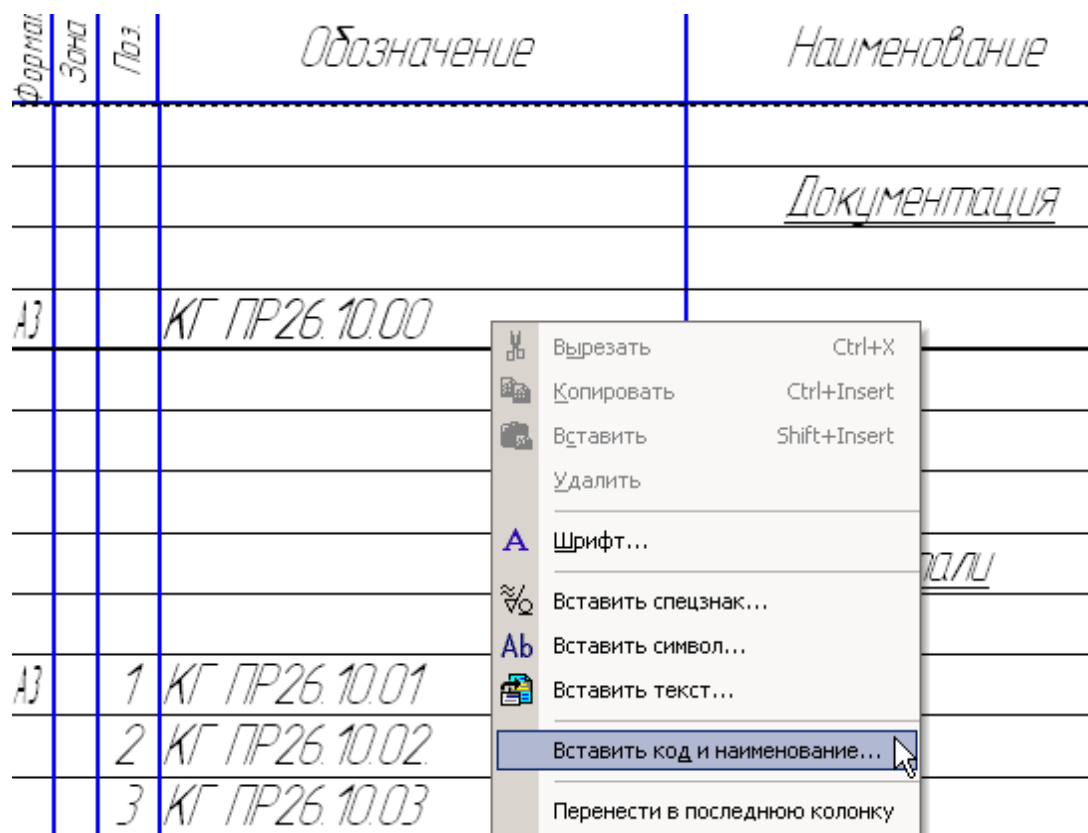
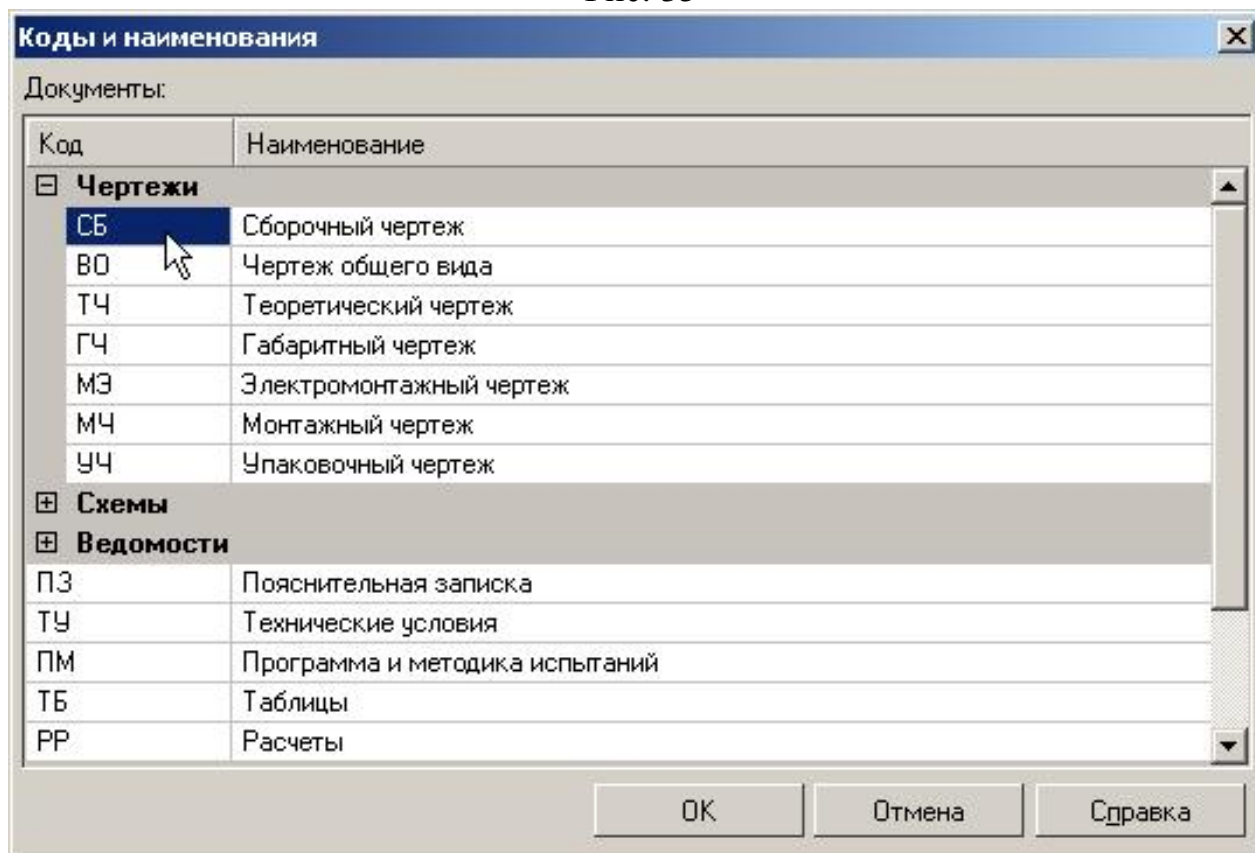

Рис. 35
Рис. 36
- Для ввода данных в разделе спецификации «Документация» создайте **Раздел**  «Документация», выполните в графе «Обозначение» надпись «КГ ПР26.10.00» и из контекстного меню выберите команду **Вставить код и наименование**, рис. 35. Укажите код сборочного чертежа, рис. 36.